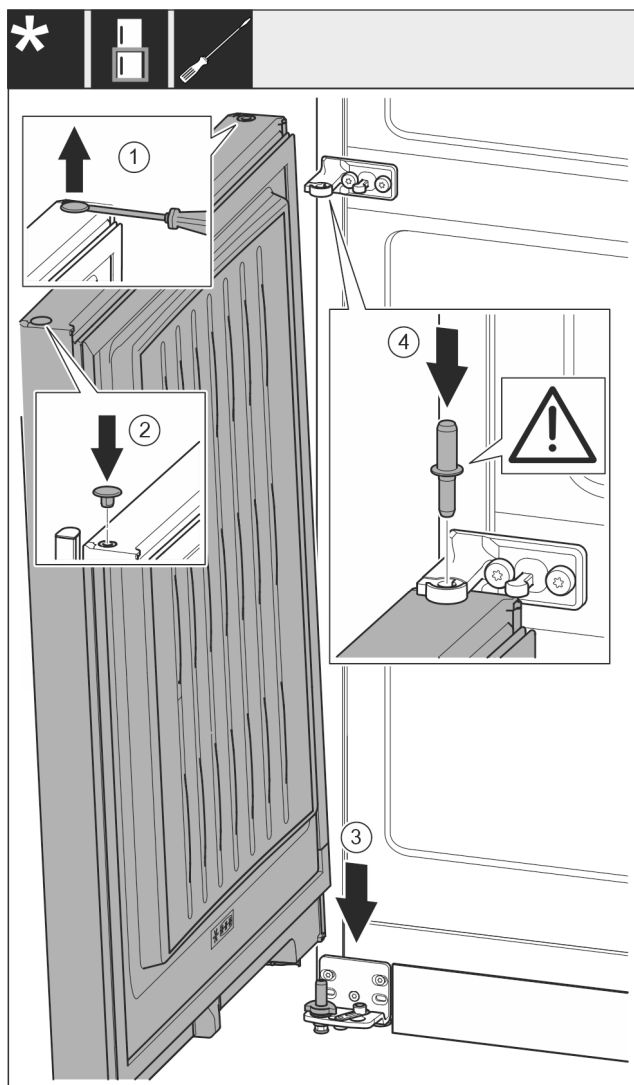

Fig. 22
- ▶ Zátku Fig. 22 (1) opatrně nadzvedněte plochým šroubovákem a vytáhněte.
- ▶ Zátku Fig. 22 (2) opět vložte na druhé straně dveří.
- ▶ Dveře Fig. 22 (3) nasadte shora na dolní ložiskový čep.
- ▶ Prostřední ložiskový čep Fig. 22 (4) vložte do dolních dveří přes prostřední stojan ložiska. Přitom dávejte pozor, aby zajišťovací vačka směřovala dozadu.